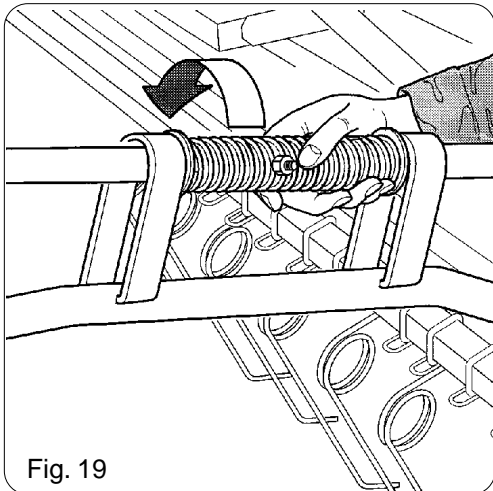
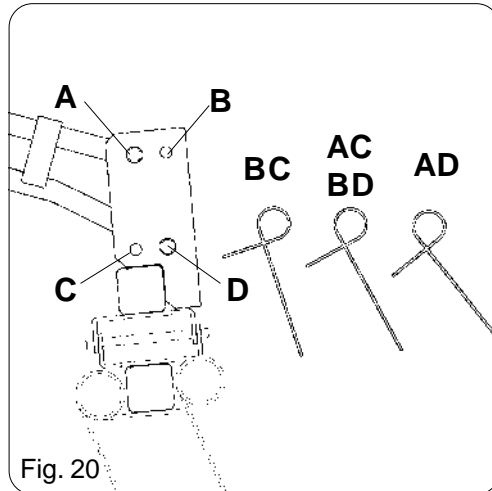

Fig. 19
Fig. 20
La pressione di lavoro dei denti a molle dell'erpice copriseme può essere variata mediante la rotazione della molla posta sul braccio parallelo superiore (Fig. 19).
Spostando la posizione dei perni dei bracci sui quattro fori, si varia l'angolo di incidenza dei denti a molla (Fig. 20).
The working pressure of the spring teeth of the seed-covering harrow may be varied by rotating the spring on the upper parallel arm (Fig. 19).
1) When the arm pins on the four holes are shifted, the clearance angle of the spring teeth varies (Fig. 20).
Le pression de travail des dents à ressorts de la herse couvre-graines peut être modifiée à l'aide de la rotation du ressort qui se trouve sur le bras parallèle supérieur (Fig. 19). En déplaçant la position des pivots des bras sur les quatre trous, on varie l'angle d'incidence des dents à ressort (Fig.20).
La presión de trabajo de los dientes de muelle de la grada cubresemillas puede variarse girando el muelle colocado sobre el brazo paralelo superior (fig. 19). Moviendo la posición de los pernos de los brazos sobre los cuatro agujeros, se varía el ángulo de incidencia de los 4 dientes de resorte (Fig.20).